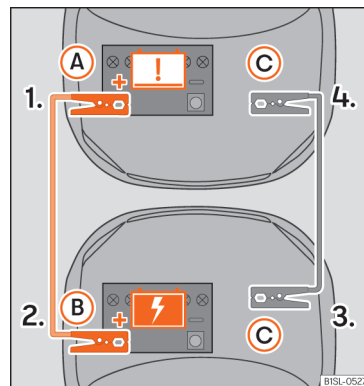

Fig. 41 Tilslutningsskema
Sæt kun startkablerne på i følgende rækkefølge »» Fig. 41 1. > 2. > 3. > 4.
- Sæt den ene ende af det røde startkabel på pluspolen + i bilen med det afladede batteri (A) »» Fig. 41.
- Sæt den anden ende af det røde startkabel på pluspolen + i den bil, der skal give strøm (B).
- Sæt den ene ende af det sorte startkabel (C) fast på en egnet stelforbindelse, på en massiv metaldele, der er skruet sammen med motoren, eller på selve motoren i den strømgivende bil.
- I bilen med det afladede batteri skal du sætte den anden ende af det sorte startkabel (C) på en massiv metaldele, som er skruet sammen med motorblokken, eller på selve motorblokken, men det skal være et sted, som er så langt væk fra batteriet (A) som muligt. Tilslut ikke det sorte startkabel til 12-volts-batteriets minuspol -. Ellers kan der forekomme en forkert bedømmelse af batteriets tilstand i bilens elektronik.